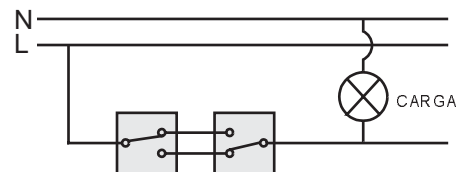

FIG.6
2. Cuando el sensor reemplaza a un interruptor de dos vías ( Ver FIG.6&FIG.7 ), el interruptor remoto disparara al temporizador del sensor de acuerdo al tiempo preestablecido, cuando el sensor este en modo " AUTO ". Por lo tanto ahora el circuito de dos vías es controlado por el sensor ( solamente el OS-472).
- Cuando reemplace solamente un interruptor de dos vías por un OS-472 referirse a las FIG.6 y FIG.7 de conexionado. Agregar un puente en la llave remota.